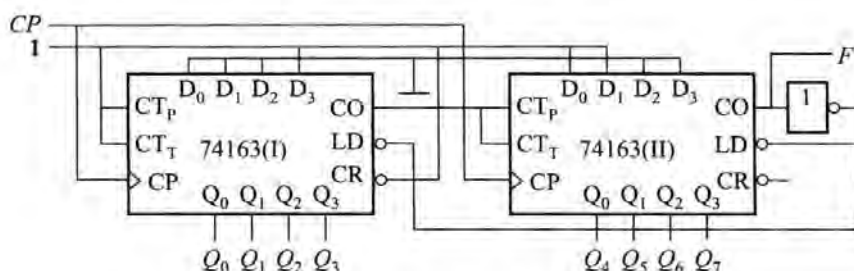

图 5.3.14 例 5.8 解图
(1) 由题设可知 74163 为全同步 16 进制加法集成计数器,由图 5.3.14 可见,高低位片 CP 共源,为同步计数链,且高位计数使能信号 CT_P 、 CT_T 受低位片进位输出 CO_1 控制,电路由高位片进位输出 CO_2 ,经非门后控制两个 74163 的预置命令 $\overline{LD}$,有关“要素”——数据输入为 $D_7 \sim D_0 = 00111000$ 。所以,电路工作一个循环所经历的状态数为: